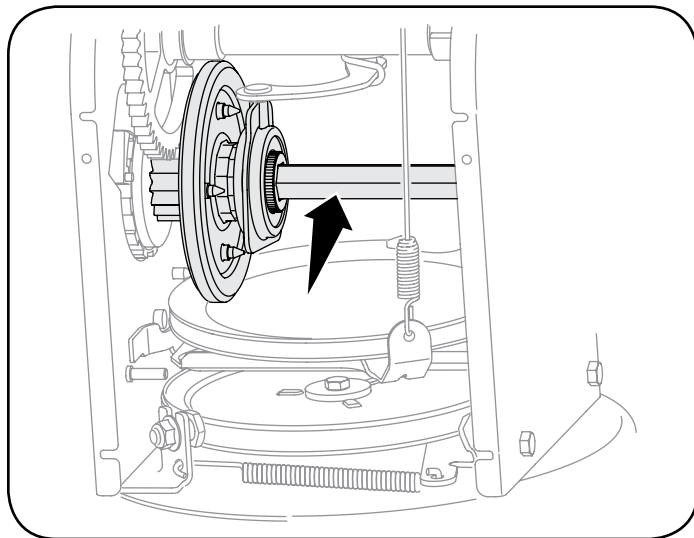

Figura 46
4. Aplique al eje hexagonal una capa ligera de una grasa multiusos apta para condiciones climáticas múltiples. Vea la Figura 46.